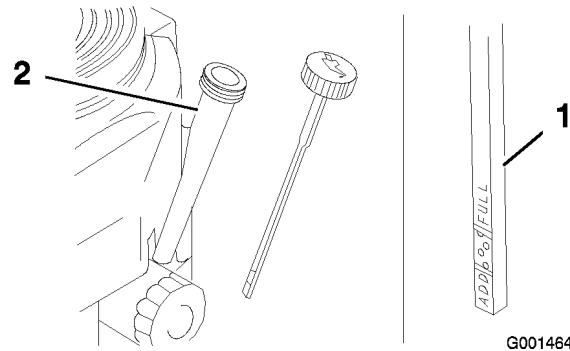

Figura 34
- Limpie alrededor de la varilla de aceite (Figura 34) para impedir que caiga suciedad por el orificio de llenado y cause daños en el motor.
- Desenrosque la varilla de aceite y límpie el extremo (Figura 34).
- Deslice la varilla a fondo en el tubo de llenado, pero no la enrosque en el tubo (Figura 34).
- Vierta lentamente un 80% aproximadamente de la cantidad especificada de aceite por el tubo de llenado (Figura 34).